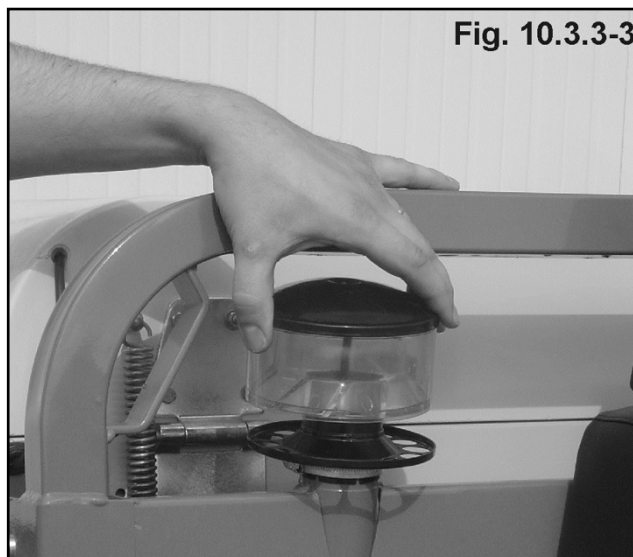

Fig. 10.3.3-3
- Ta ut filterpatronerna (2 filter i varandra) (Fig. 10.3.3-1).
Montera luftfiltret i omvänd ordningsföljd (Fig. 10.3.3-2).
- Rengör dammbehållaren (Fig. 10.3.3-3)